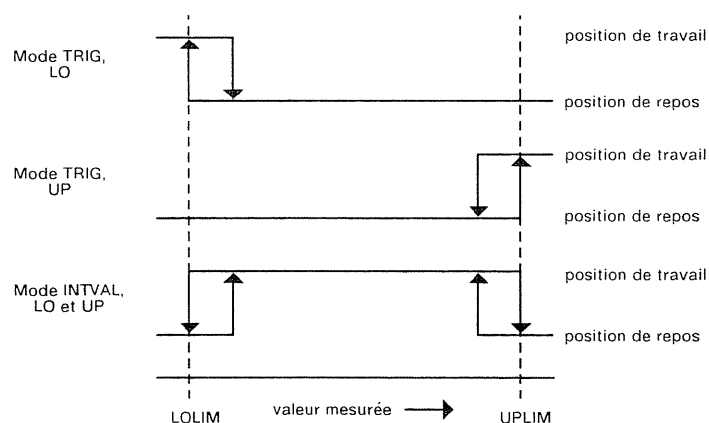

Fig. 15 Diagramme fonctionnel des points de commutation
**Touche 1 TRIG** Les deux points de commutation LO et UP sont activés indépendamment l'un de l'autre, le point de commutation LO conformément à la valeur du paramètre LOLIM, le point de commutation UP conformément à la valeur du paramètre UPLIM. Le comportement détaillé est donnée dans la fig. 15. L'hystérésis respective est de 3 % du seuil réglé.
**Touche 2 INTV** Les points de commutation UP et LO travaillent parallèlement. Le comportement est décrit dans la fig. 15. L'hystérésis respective est de 3 % du seuil réglé. En mode INTVAL, si l'on introduit UPLIM < LOLIM pour les paramètres UPLIM et LOLIM, on obtiendra le message d'erreur "PARAM SET ERROR" (Cf. également la section 2.17.1) si l'on essaye de sauvegarder le jeu de paramètres.